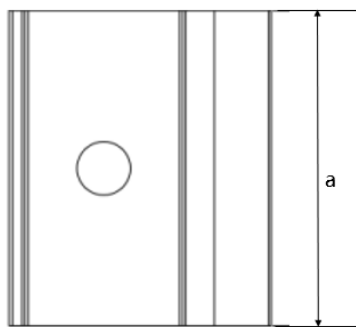
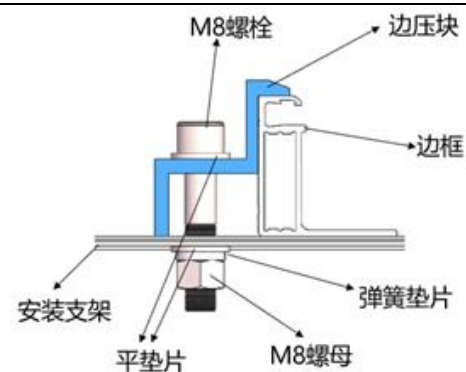
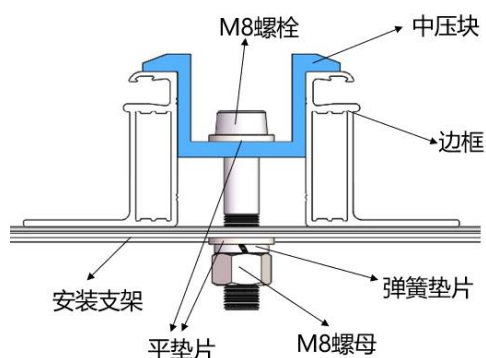

図 7 クランプの上面イメージ図
図 11 エッジクランプの取付イメージ図
図 12 中間クランプの取付イメージ図
- ① 2 本のラック（付属していません）の上にモジュールを置きます。ラックは、ステンレス製または防食処理（溶融亜鉛メッキなど）を施したものを使わなければなりません。各太陽電池モジュールは少なくとも 4 つのクランプで固定され、設置の際、クランプが直接にガラスに接触してフレームを变形させると、モジュールが破損することがありますので、ご注意ください。
- ② クランプの影により太陽電池モジュールの発電面を遮らないよう気を付けてください。クランプが排水穴を塞がないようにしてください。
- ③ ブラケットの上面でモジュールのフレームと接触する部分には、M8 ボルト用の凹みが必要です。
- ④ ブラケットに凹みがない場合、ボルトで固定するように、上記の位置に適当な径の穴を開けます。
- ⑤ 平ワッシャー、スプリングワッシャー、ナットの順にクランプを装着します。
- ⑥ 図 7~10 はエッジクランプのイメージ図です。図 11、図 12 は取付イメージ図です。クランプのサイズは  $a \geq 50\text{mm}$ 、厚さ  $\geq 4\text{mm}$ 、フレームとの重ね幅  $d \geq 10\text{mm}$  です。または、 $a \geq 60\text{mm}$ 、厚さ  $\geq 3\text{mm}$ 、フレームとの重ね幅  $d \geq 8\text{mm}$  です。組立部品の確実な取り付けを保証した上で、クランプの断面を変更できるが、いかなるサイズのクランプもフレームをはみ出してガラスに接触することはできません。
- ⑦ サイズが  $2384 \times 1303\text{mm}$  以上の組立部品は  $a \geq 60\text{mm}$  のクランプサイズにのみ適用されます。
- ⑧ 推奨締付トルクは、グレード 8.8 のボルト・ネジの場合、 $17 \sim 23\text{Nm}$  とします。
具体的な接地方法は、次の図 12 の通りです。